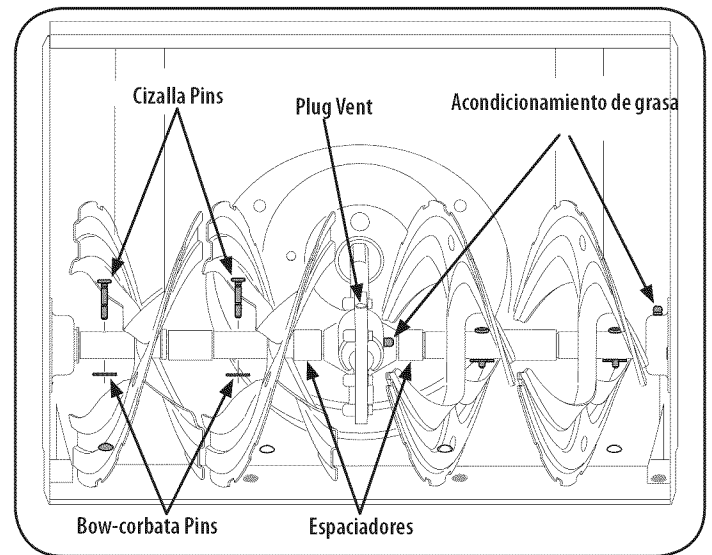

Figura 22
2. Monte las nuevas zapatas antideslizantes con seis pernos de carro (dos en cada lado) y las tuercas de brida hexagonales. Consulte la figura 22.
Monte la placa de raspado nueva, asegurándose de que las cabezas de los pernos de carro se encuentren del lado interior de la caja. Ajuste bien. Consulte la figura 22.